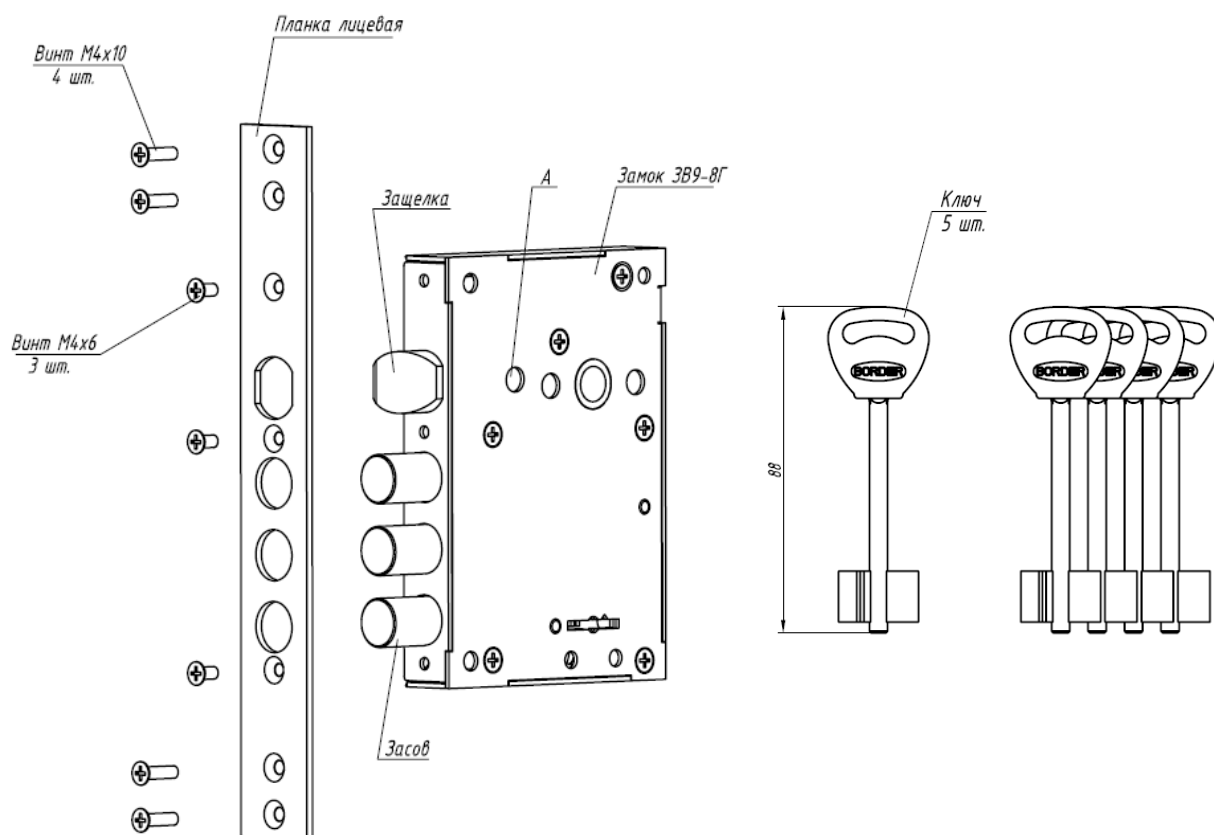

Рисунок 1
1.6 Для смены положения защелки с левого на правое (и наоборот) вставить отвертку в отверстие А на крышке (см. рисунок 1), надавить на ось защелки в сторону расположения лицевой планки и перевернуть защелку.